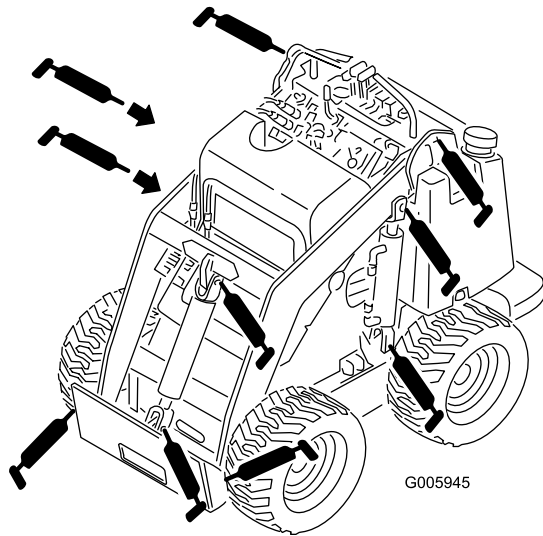
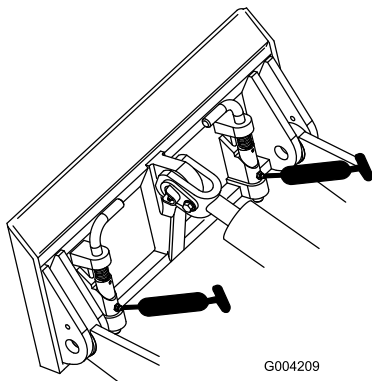

Bild 27
Bild 28
3. Setzen Sie die Fettpresse nacheinander an allen Nippeln an (Bild 27 und Bild 28).